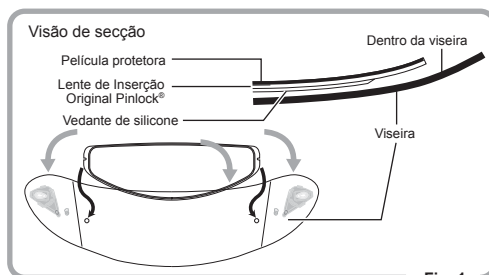

Fig. 1
1. Aplicar o lado de vedação de silicone da Lente de Inserção Original Pinlock® no interior da viseira, sem remover a película protetora da lente. Aplicar a Lente de Inserção Original Pinlock® no interior da viseira, encaixando nos pinos excêntricos. (Fig 1 e 2)